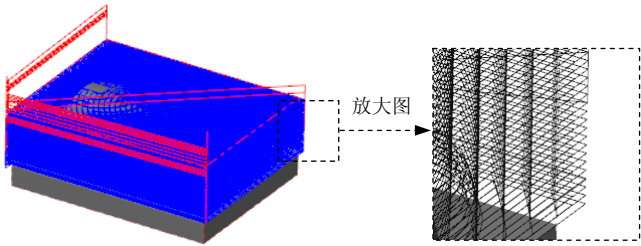

图 17.10 刀具路径
Step10. 单击“曲面粗加工挖槽”对话框中的按钮，完成加工参数的设置，此时系统将自动生成图17.10所示的刀具路径。